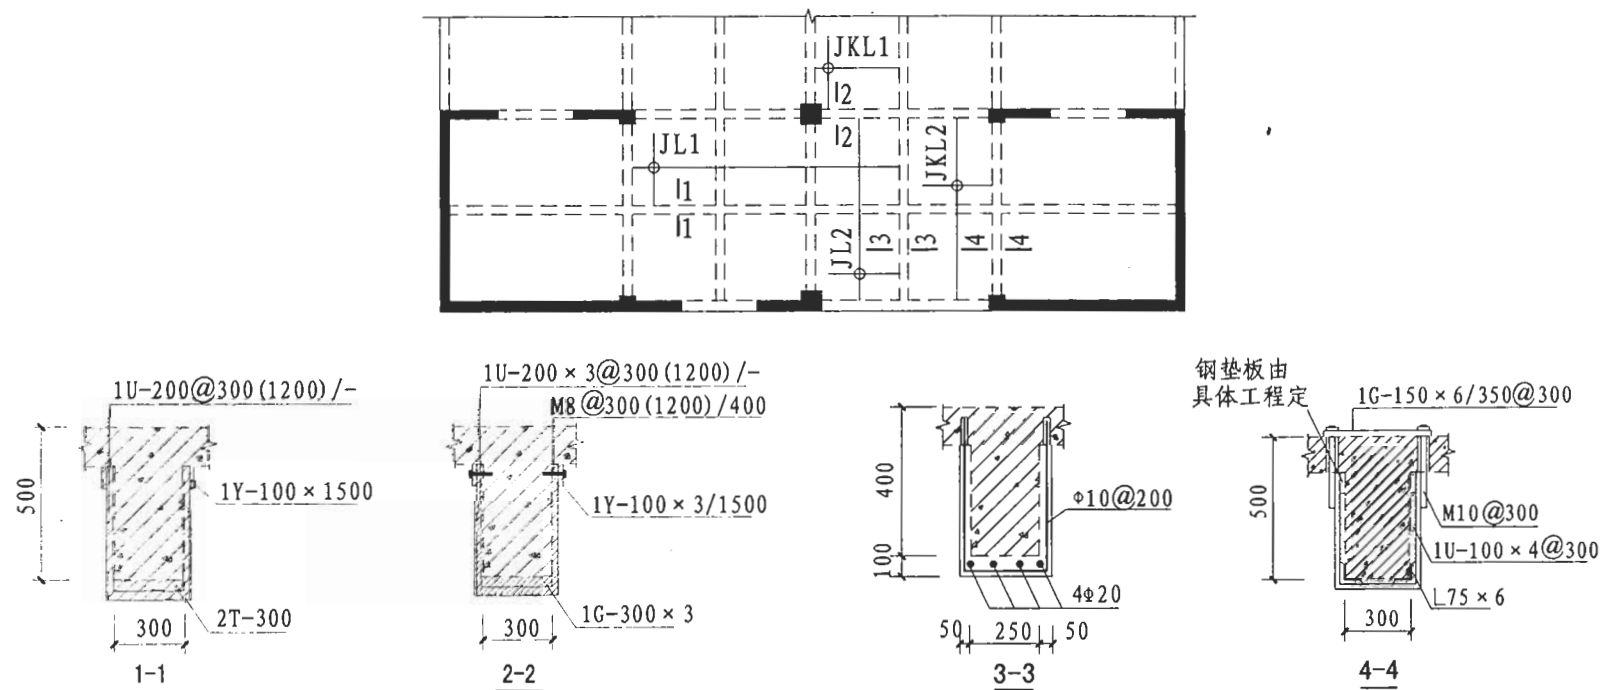

图 3.3.3 梁截面注写方法示例
3.3.3 采用截面注写方法表达的梁平面施工图示例如图 3.3.3 所示。